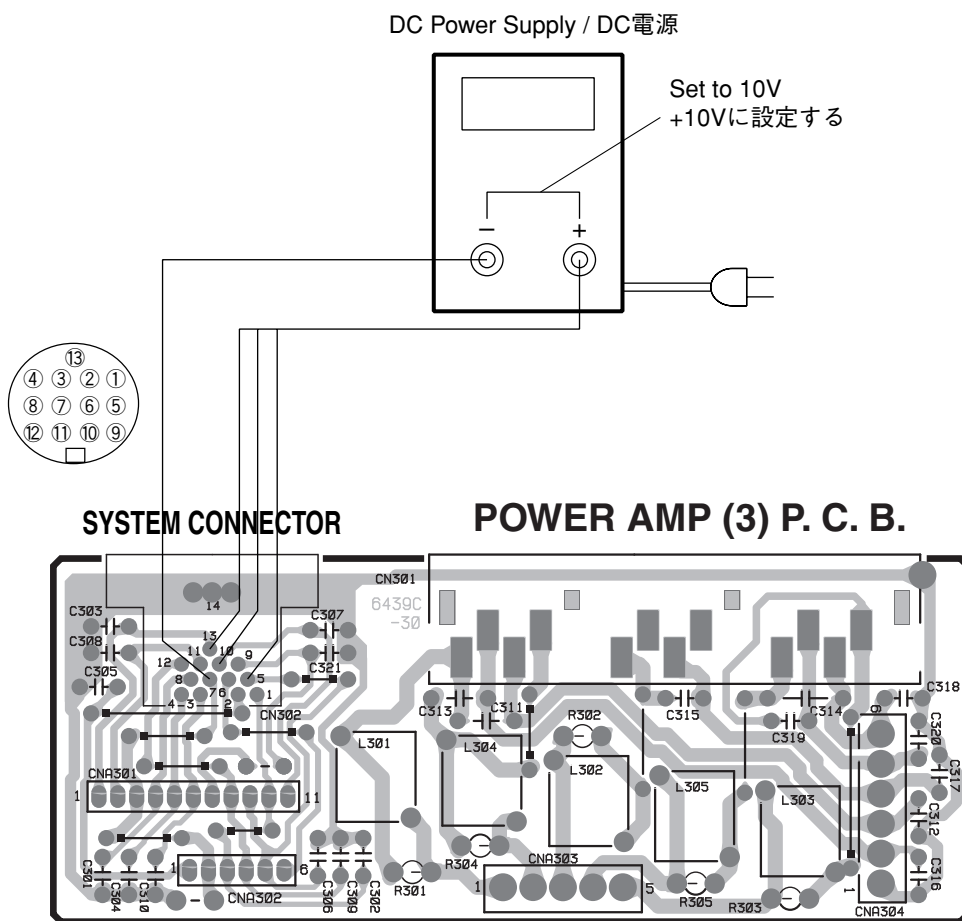

Fig. 9
- Prepare a DC power source and set the output voltage to 10V in advance. (Fig. 9)
- Connect pins No. 5, 10 and 13 of the system connector terminal of the SW-S80 to the (+) output terminal of the DC power source with a cable. (Fig. 9)
- Connect the pin No.7 of the system connector terminal of the SW-S80 to the (-) output terminal of the DC power source with a cable. (Fig. 9)
- DC電源を用意し、あらかじめ出力電圧を10Vに設定します。(Fig. 9)
- SW-S80のシステムコネクタ端子5、10、13ピンと、DC電源+出力端子をケーブルで接続します。(Fig. 9)
- SW-S80のシステムコネクタ端子7ピンと、DC電源-出力端子をケーブルで接続します。(Fig. 9)